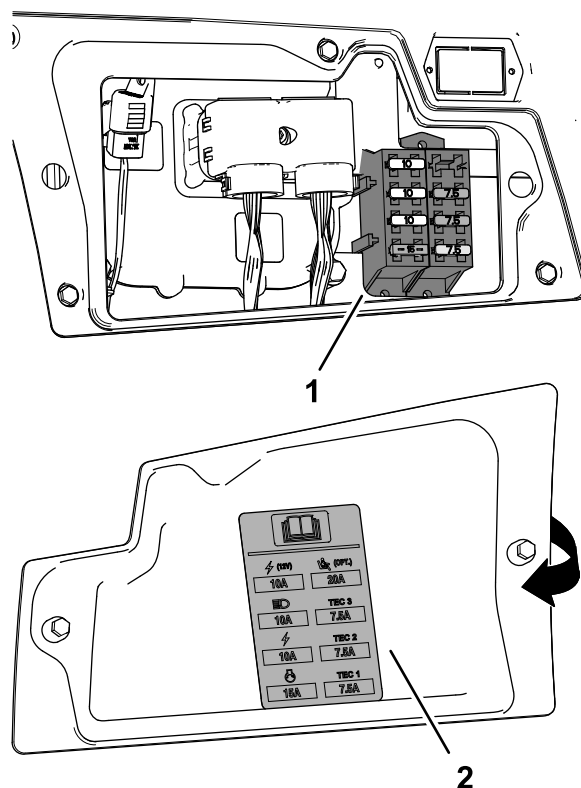

Figure 87
3. Remplacez le fusible défectueux (Figure 87) par un fusible de même type et de même intensité.